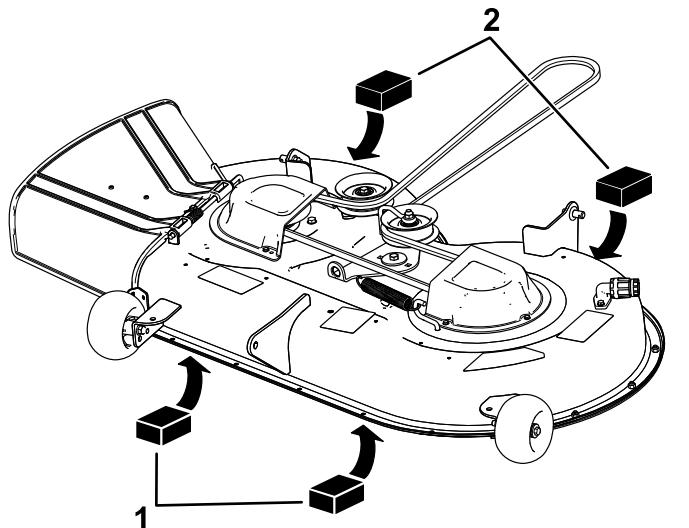

Рисунок 67
- Установите 2 подставки толщиной по 6,6 см под каждую сторону передней кромки деки, но не под кронштейны защитного валика (Рисунок 67).
- Установите 2 подставки толщиной по 7,3 см под заднюю кромку фартука режущей деки, по одной на каждой стороне режущей деки (Рисунок 67).